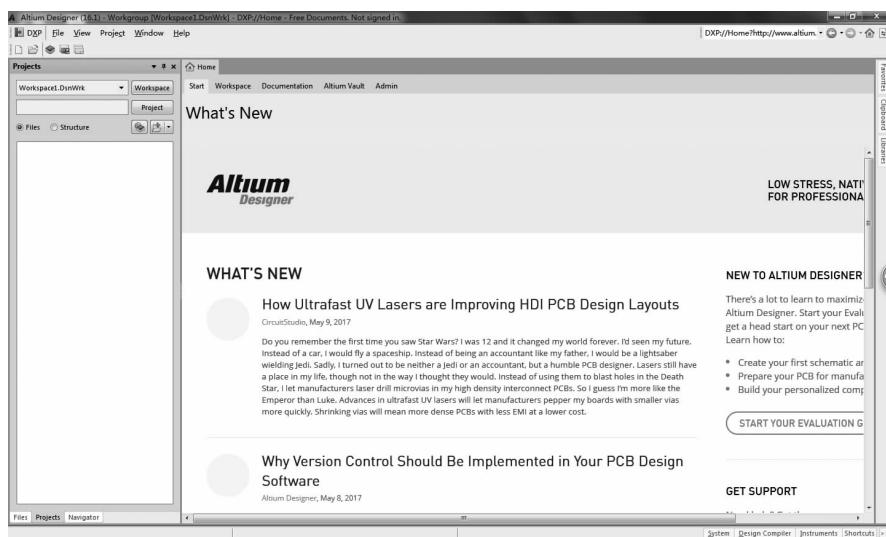

图 2-6 Altium Designer 16 初始界面
(1) 双击 Altium Designer 16 快捷图标, 打开初始界面, 如图 2-6 所示。